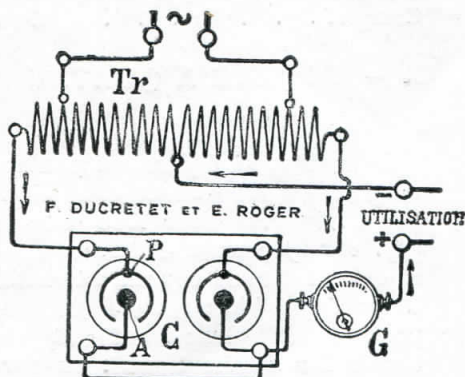

Fig. 5.
Le dispositif à 2 éléments (fig. 5 et 6) exige l'emploi d'un transformateur spécial **TR** avec prise de courant au milieu de l'enroulement (Montage Churcher 1904)
Ce dispositif à deux bacs n'utilisant que la moitié de la tension de la source alternative, le transformateur **TR** (fig. 5 et 6) est généralement combiné de manière à servir en même temps de **survolteur**, dans le cas d'une distribution alternative à 110 volts, ou de **dévolteur** dans le cas de courants alternatifs distribués à **220 volts** par exemple.
Les figures 5 et 6 représentent schématiquement l'installation d'un clapet à 2 bacs : les appareils d'utilisation sont branchés aux bornes marquées + et -, l'une des bornes communique à la prise de courant centrale du transformateur **TR**, et l'autre aux deux pôles de même nom **A**, (*aluminium*) du clapet.
7. **Clapet électrolytique, modèle à 2 bacs**, de 0 à 5 ampères suivant schéma de la figure 5, le clapet électrolytique seul. 85 »
9. **Transformateur survolteur TR** (*fig. 5 et 6*) élevant la tension alternative de 110 volts à 140 volts avec prise centrale ; modèle de 5 ampères (*Voir n° 41 à n° 47 et n°s 53 et 54*). 68 »
Transformateurs survolteurs pour clapets électrolytiques à deux bacs, **T R** (figures 5 et 6) avec prise centrale.